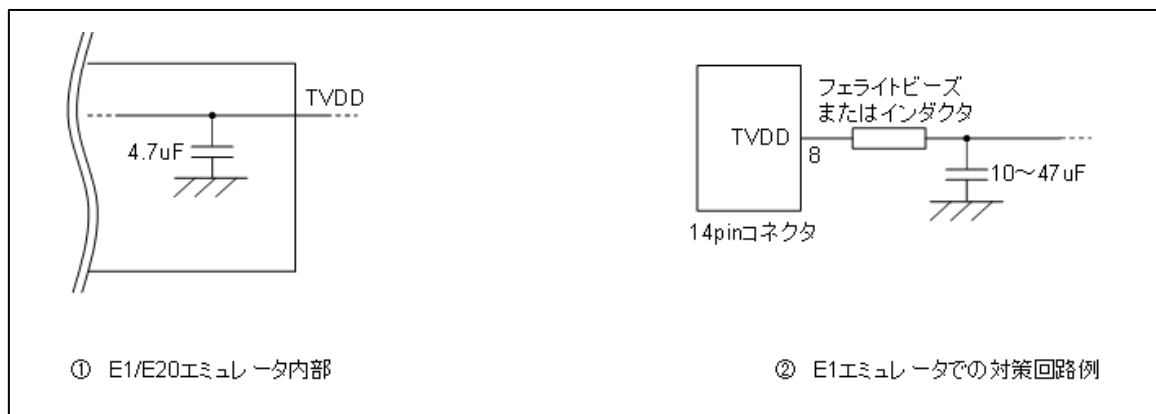

図 2-10 ホットプラグイン向け対策回路
ホットプラグイン接続を行う可能性がある場合には、下記のような回路構成にしておく必要があります。図2-10①のようにE1エミュレータの8番ピンには、エミュレータ内部で4.7 $\mu$ Fのコンデンサが付いているため、ホットプラグイン接続を行う場合はユーザシステム上の電源電圧が一瞬低下する場合があります。この電圧降下によりMCUリセットが発生する可能性があります。図2-10②に示すように、エミュレータ接続コネクタのTVDDラインの直近にフェライトビーズ（またはインダクタ）と低ESRで大きめなコンデンサを付けることで症状を軽減することができますが、本対策は、電圧降下を完全に改善するものではありません。なお、ホットプラグイン接続はデバッグ時のみ有効な機能であり、本機能を使用する場合は、別売のホットプラグインアダプタが必要です。